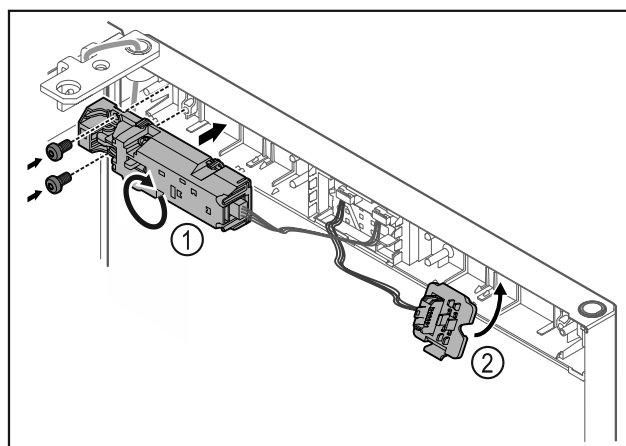

Fig. 19
- ▶ Afstandsslot Fig. 19 (1) met 180° draaien en aan tegenoverliggende zijde bevestigen.
- ▶ Steckerhouder Fig. 19 (2) aan tegenoverliggende zijde vergrendelen.